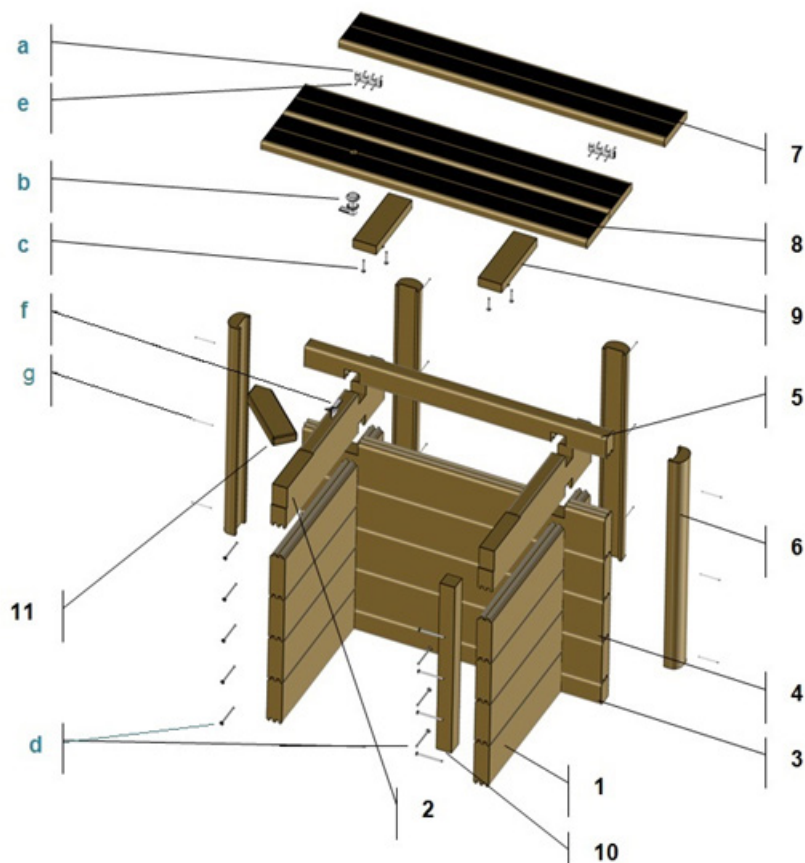
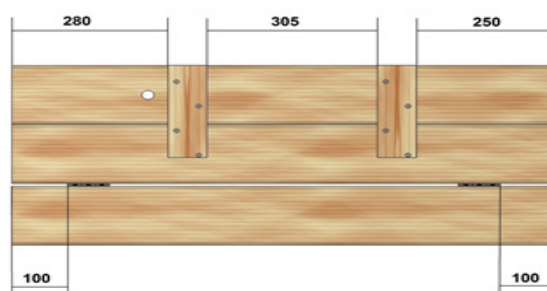

Figura 58 – Despiece del cofre
Figura 65 – Montaje de las rejillas
Para finalizar, coloque el rastrel de 45 × 45 mm (pieza nº 10 de la *Figura 58*) utilizando 4 tornillos de cabeza avellanada 5 × 80 torx roscados 50 mm (d). Este rastrel debe estar a ras con el extremo del cofre de madera.
La pieza de esquina entregada con el pack de madera de su piscina urbana es rectangular. Después de colocar las coronaciones de su cofre, habrá un espacio vacío triangular. Para evitar este inconveniente, es aconsejable sustituir esta pieza por la que se entrega con el cofre (pieza n° 11 de la Figura 58), que tiene un extremo puntiagudo.
- fijando el rastrel (pieza n° 10 de la Figura 58) ten las láminas de madera del vaso con 3 tornillos de cabeza avellanada 5 x 80 torx roscados 50 mm (d);
Con 3 tornillos de cabeza avellanada 4 × 35 por bisagra (e), atornille las dos bisagras sobre la parte de una coronación de rejilla de 97,5 cm de largo (pieza n° 7 de la *Figura 58* con las dimensiones indicadas en la *Figura 65*.
Las dos coronaciones restantes de 97,5 cm de largo (una de las cuales tiene una perforación para recibir la cerradura) se unirán con los rastreles que se fijarán desde abajo. Utilice 2 tornillos de cabeza avellanada 5 × 40 torx roscados 25 mm por rastrel y por lámina, para un total de 8 tornillos (c), respetando la ubicación de la perforación del cerrojo y las dimensiones indicadas en la *Figura 65*, y deje un espacio libre de 2 mm entre las dos coronaciones.
El sistema de bloqueo de la trampilla consiste en un tambor con llave, una leva de bloqueo que se fija al final del tambor y un cerradero de bloqueo que se fija en la lámina de bloqueo de la cerradura del cofre (pieza n° 2 de la *Figura 58*).